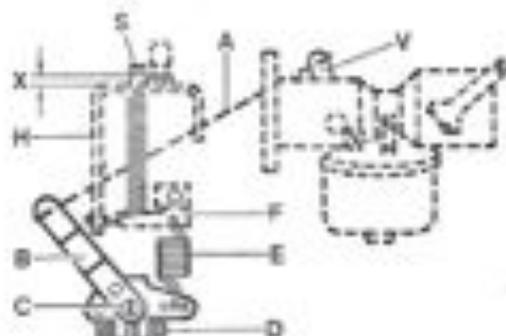

Bild 6
1. Reglerfeder (E, falls nicht anders angegeben) in das mittlere Loch des Hebels (B) und Faderführung (F) einhängen.
2. Hebel (B) mit Verbindungstange (A) auf die Reglerwelle (C) schieben und gleichzeitig Verbindungstange (A) in den Hebel (V) an der Drosselklappe einführen.
3. Drosselklappe in Leerlaufstellung bringen und Hebel (V) so stellen, dass zwischen Anschlagfeder (S) und Oberkante des Hebels (H) ein Abstand von 2 mm besteht (X, Bild 6). Hebel (V) auf Drosselklappenwelle festklemmen.
4. Schraube (D) des Hebels (B) leicht anziehen. Hebel (B) nach rechts drücken und mit Schraubenzieher Achse (C) nach links bis zum Anschlag drehen. Dann Hebel (B) nach links bis zum Anschlag drängen und Schraube (D) endgültig festziehen.